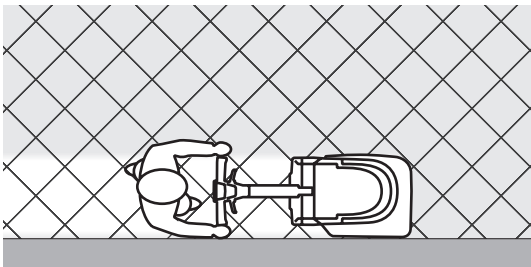

Figure 3
6. Manœuvrer la machine avec les mains sur les poignées (6) et entamer le travail de lavage/séchage du sol.
*Les poignées (6) sont munies d'un capteur pour le démarrage de la brosse et de la solution à condition que l'opérateur garde au moins une main sur une poignée.*
8. Pour ramasser les débris de moyenne/grande dimension, soulever l'embouchure avant en poussant sur le levier (7). Pour garder constamment l'embouchure avant soulevée, pousser sur le levier (7) et le bloquer avec la touche (9A).
9. Au besoin, pour utiliser et maintenir l'inclinaison du guidon libre, pousser sur le levier (8) et le bloquer avec la touche (9B).
*Pour débloquer la fonction des touches (9A, 9B) et retourner avec l'embouchure avant abaissée ou le guidon en position fixe, pousser brièvement sur le levier de l'embouchure (7) ou le levier d'inclinaison du guidon (8).*
10. Si le sol est souillé par une saleté particulièrement résistante, on peut augmenter la pression de la brosse sur le sol en tournant la poignée (19) dans le sens contraire des aiguilles d'une montre. Tourner la poignée (19) dans le sens des aiguilles d'une montre pour diminuer la pression.
*Pour un lavage / séchage correct du sol près des murs, Nilfisk recommande d'approcher le côté droit de la machine, comme illustré dans la figure 3.*